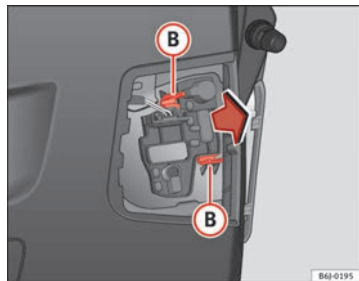

Fig. 182 Smontaggio del portalampada
- Smontare il portalampada premendo sulle clip di fissaggio **B** ⇒ fig. 182 ed estrarlo all'esterno.